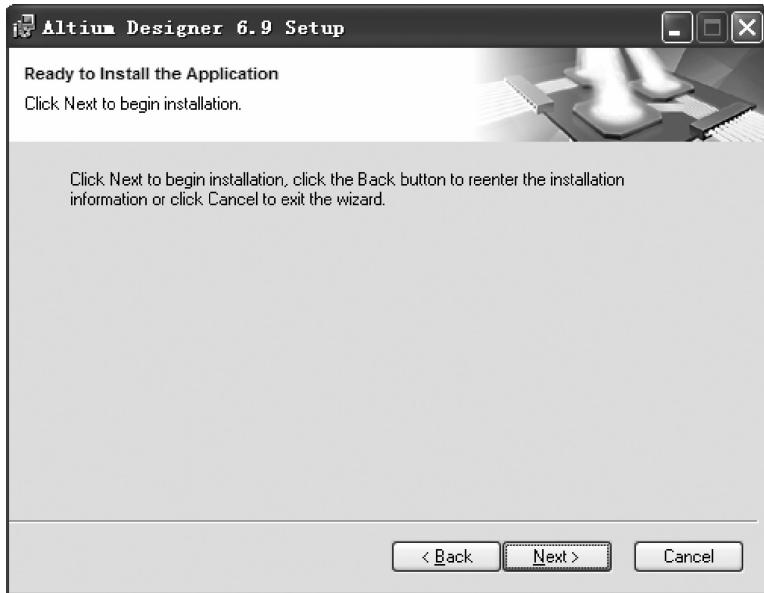

图 1-7 确认安装设置对话框
(6) 单击“Next”按钮,进入图 1-7 所示的确认安装设置对话框。